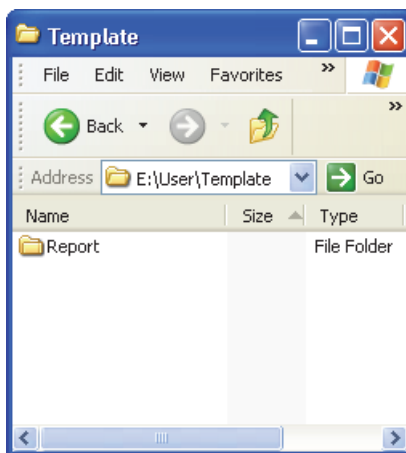

图 7-4 报告文件夹路径
- b) 如果存储卡中没有这些文件夹，则创建以下文件夹 \User\Template\Report\（参见第 188 页的图 7-4）。